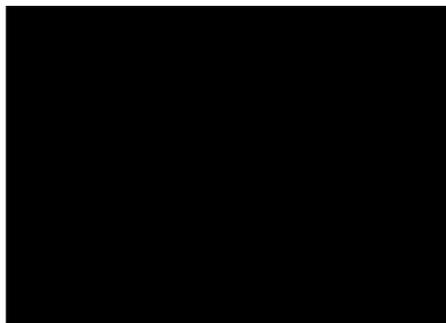

图 6-16 过孔盖油
(4) 通过曝光显影工艺保留过孔孔环及孔洞区域覆盖的油墨，如图 6-16 所示。